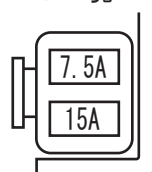

図 31
- 起動用12Vバッテリーの隣にあるヒューズボックスを開ける。(図31)